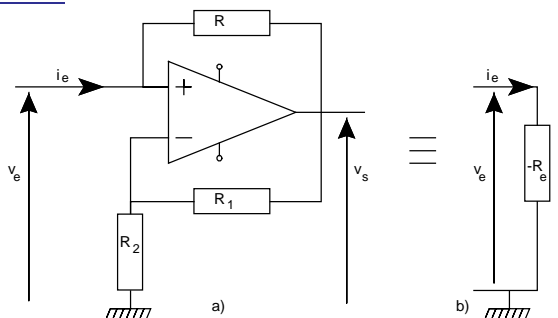

Figure 1 : Résistance négative à A.O. a) Montage
- Pourquoi dans schéma de la figure 1, l'amplificateur peut-il être considéré comme parfait ?